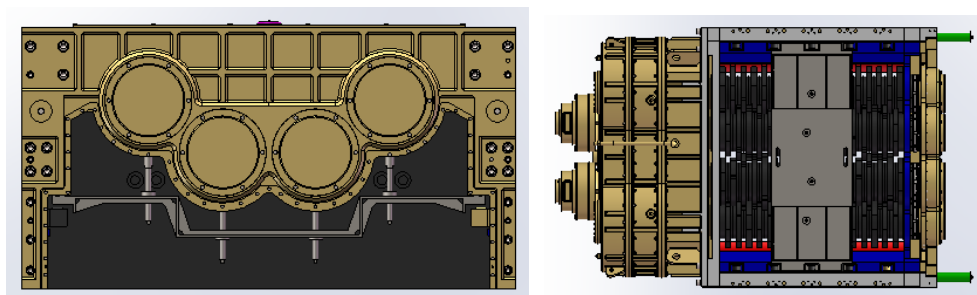

图 6-3 刀盘拆卸工装安装示意
- 将工装安装到出料筛板的位置，调整四个螺柱顶紧相应轴肩的外圆面，支撑起四根刀轴；见图 6-3 所示。